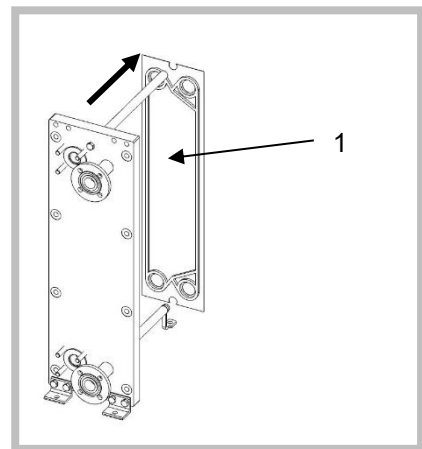

Figura 35
2. Peça a uma segunda pessoa para proteger as placas do permutador de calor contra deslizamento. Deslize a placa do permutador de calor [1] individualmente para fora da barra de suporte (Figura 35).